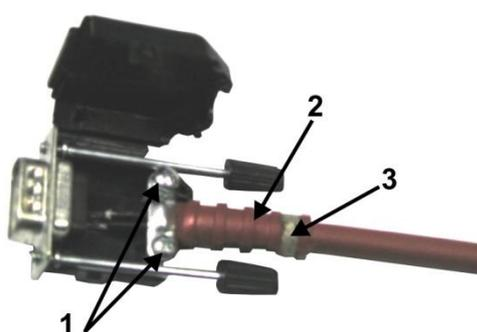
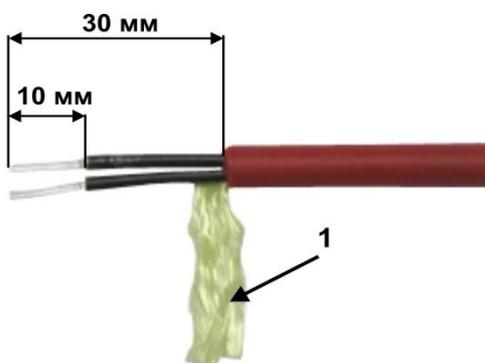

Рисунок 1.2
Рисунок 1.3
2. Открыть крышку кожуха разъема, выкрутить винты «1» (рисунок 1.2), перекусить световоды кабеля, вынуть оптический кабель из кожуха, разрезать нить «3», снять защитный кожух кабеля «2»;
3. Ровно обрезать конец кабеля, на расстоянии 30мм от края кабеля (рисунок 1.3) аккуратно надрезать оболочку кабеля, стараясь не повредить изоляцию световодов кабеля, удалить оболочку. На расстоянии 10мм надрезать изоляцию каждого световода, стараясь не повредить, снять изоляцию со световодов кабеля.
4. Очистить отверстия обжимных гильз разъема (рисунок 1.4) острым шилом или проволокой от остатков световодов кабеля. Одеть защитный кожух 2 (рисунок 1.2) на подготовленный к заделке кабель предварительно с небольшим усилием натянуть силовую кивларовую нить 1 (рисунок 1.3) и заправить ее под защитный кожух 2 (рисунок 1.2)